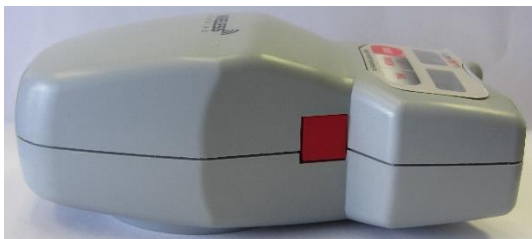

Abbildung 3. Neigungsmesser-Zyklusschalter
- Neigungsmesser-Zyklusschalter: Eine rote Taste an der Seite des Geräts. Im Neigungsmesser-Testmodus dient diese Taste dem Erfassen und Durchblättern der Winkelmesswerte (siehe Abbildung 3).